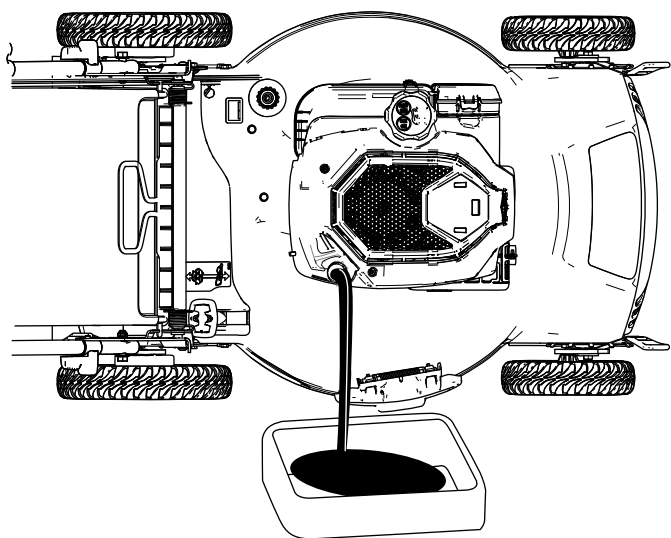

Figura 26
- 4. Ponga la máquina de lado (con el filtro de aire hacia arriba) para drenar el aceite usado del tubo de llenado de aceite (Figura 26).